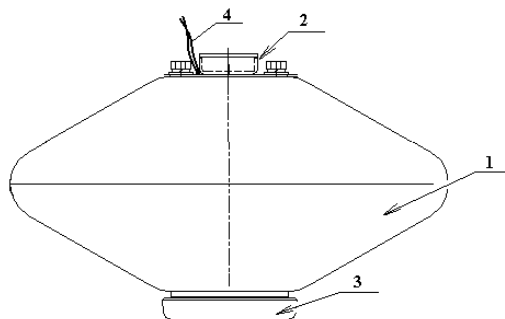
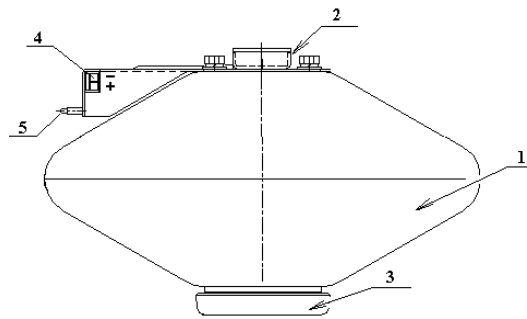

Рис. 1 – Конструкция МПП «Гарант-5» исп. 1
Рис. 2 – Конструкция МПП «Гарант-5» исп. 2
3.1 Модуль «Гарант-5» конструктивно выполняется в двух вариантах: исп. 1 и исп. 2 (см. рис. 1 и рис. 2, соответственно)2.
МПП «Гарант-5» исп. 2 предназначен для использования только с прибором приёмно-контрольным пожарным и управления (ППКПУ) серии «УУРС» версии ПО № 2. При этом обеспечивается автоматический контроль и индикация (поз. 5 рис. 2) исправности (отсутствие обрыва и короткого замыкания) цепи запуска данного МПП.
5.6 При использовании МПП «Гарант-5» исп. 2 совместно с ППКПУ серии «УУРС» вер. 2 расположить светодиод индикации исправности цепи запуска модуля (поз. 5 рис. 2) с учётом удобства обзора снизу.